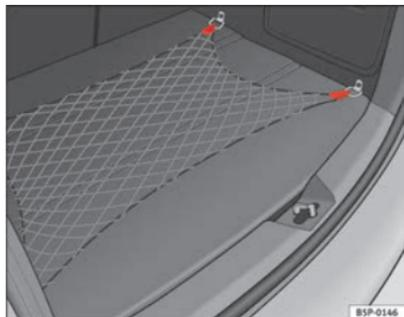

Fig. 108 Rede porta-objectos do porta-bagagens
- Utilizar as anilhas de fixação existentes nas laterais da bagageira, para fixar a rede porta-objectos ⇒ fig. 108.